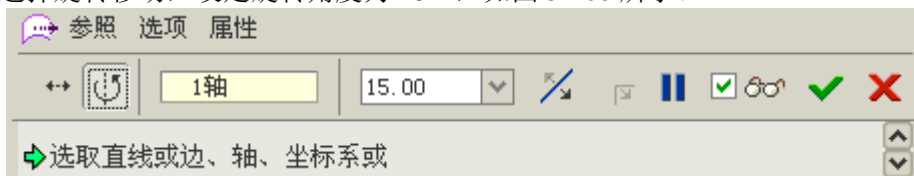

图 3-208
- (1) 选中步骤 4 建立的曲面，单击特征工具栏中的按钮，打开曲面移动特征操控板。
- (2) 选择旋转移动，设定旋转角度为 15° ，如图 3-208 所示。